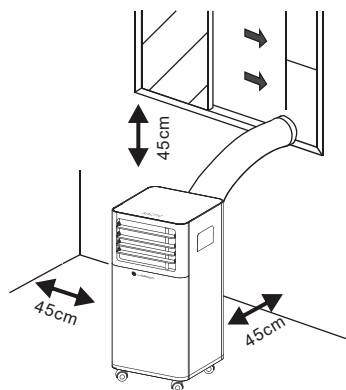

Рис. 1
- 1) Обеспечить свободное пространство (не менее 45 см) (Рис.1).**